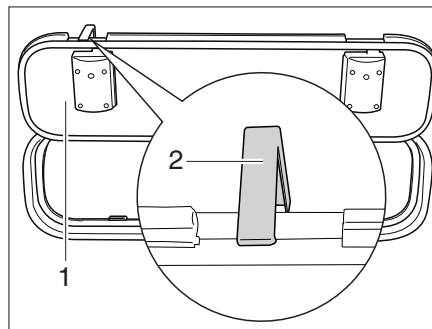

Fig. 55 Gancio di fermo sportello esterno
- Aprire lo sportello esterno (Fig. 55,1) e ruotare verso l'alto il gancio di fermo (Fig. 55,2) sulla parete del veicolo.
- Spingere il gancio di fermo (Fig. 55,2) verso l'alto.